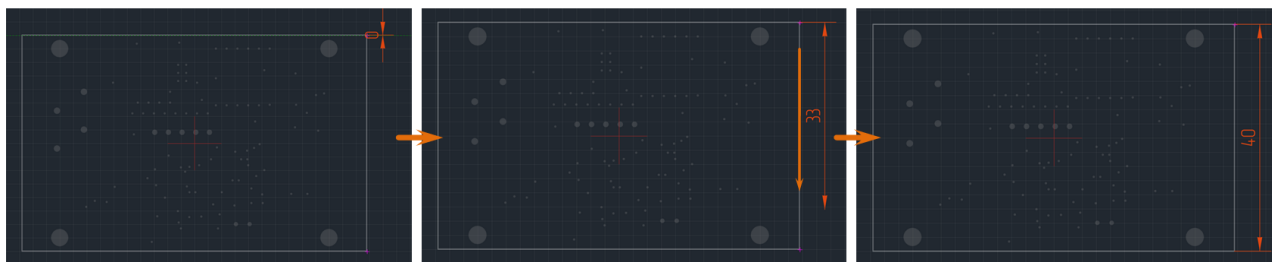

Рис. 411 Размещение вертикальной размерной линии
4. Переместите курсор, определяя положение второй выносной линии, см. Рис. 411. Установите длину и направление выносных линий, перемещая курсор. Возможный вид размерной линии будет отображаться на экране.